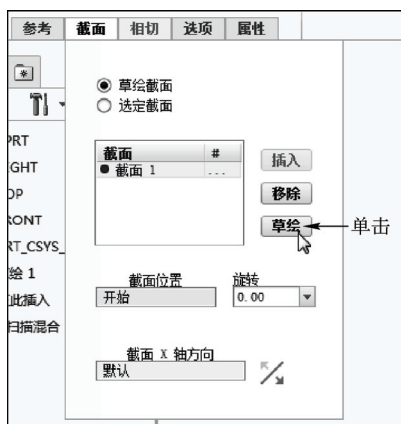

图 9-31 单击“草绘”按钮
STEP 03 单击“截面”按钮，弹出“截面”下滑面板，再单击“草绘”按钮，如图 9-31 所示。